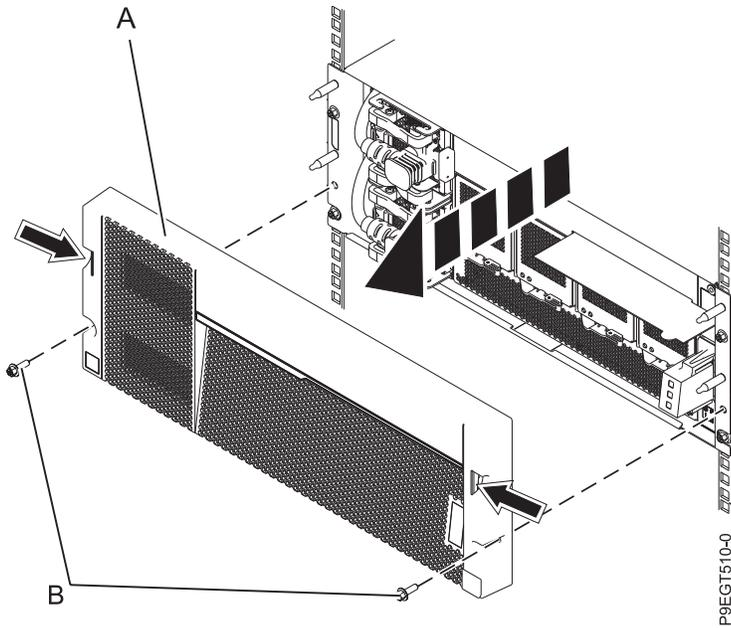

Figure 1. Retrait du capot avant
3. Retirez le capot avant en retirant les vis **(B)** puis en tirant le capot avant **(A)** pour le sortir du tiroir d'extension EMX0 PCIe3. Voir figure 1, à la page 2.